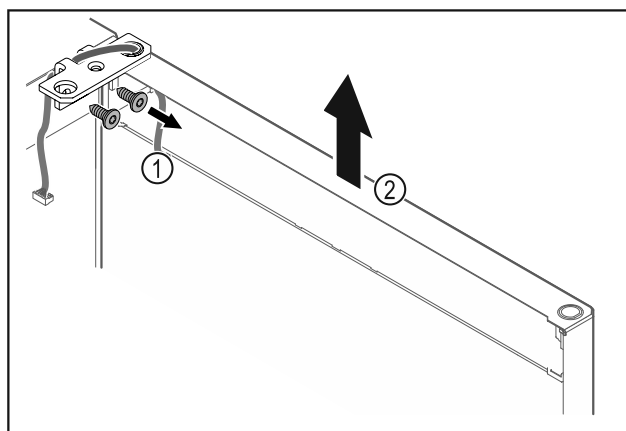

Fig. 22
- ▶ Odvijte kotnik tečaja vrat Fig. 22 (1).
- ▶ Vrata s kotnikom tečaja Fig. 22 (2) dvignite za približno 200 mm naravnost navzgor in jih snemite.